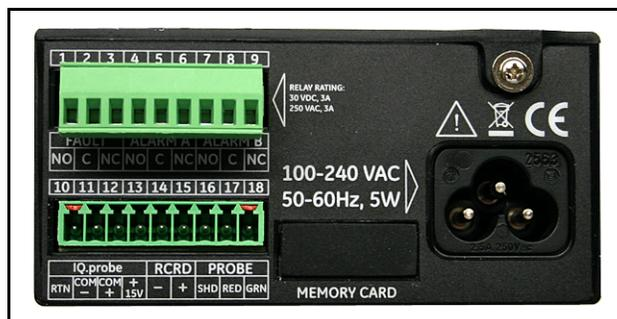
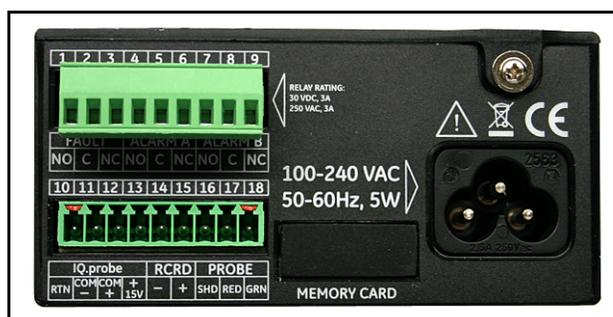

Рисунок 22: Удаление нижнего соединителя
Рисунок 27: Удаление нижнего соединителя
2. Извлеките соединитель из нижней клеммной колодки на задней стороне прибора **dew.IQ** (см. Рисунок 22 ниже).
2. Извлеките соединитель из нижней клеммной колодки на задней стороне прибора **dew.IQ** (см. *Рисунок 27* ниже).
Обратитесь к **Таблица 2** ниже для для подсоединения вашего аналогового самописца к штырькам 14 и 15 на нижней клеммной колодке на задней стороне прибора **dew.IQ** (см. *Рисунок 22* или *Рисунок 27*).